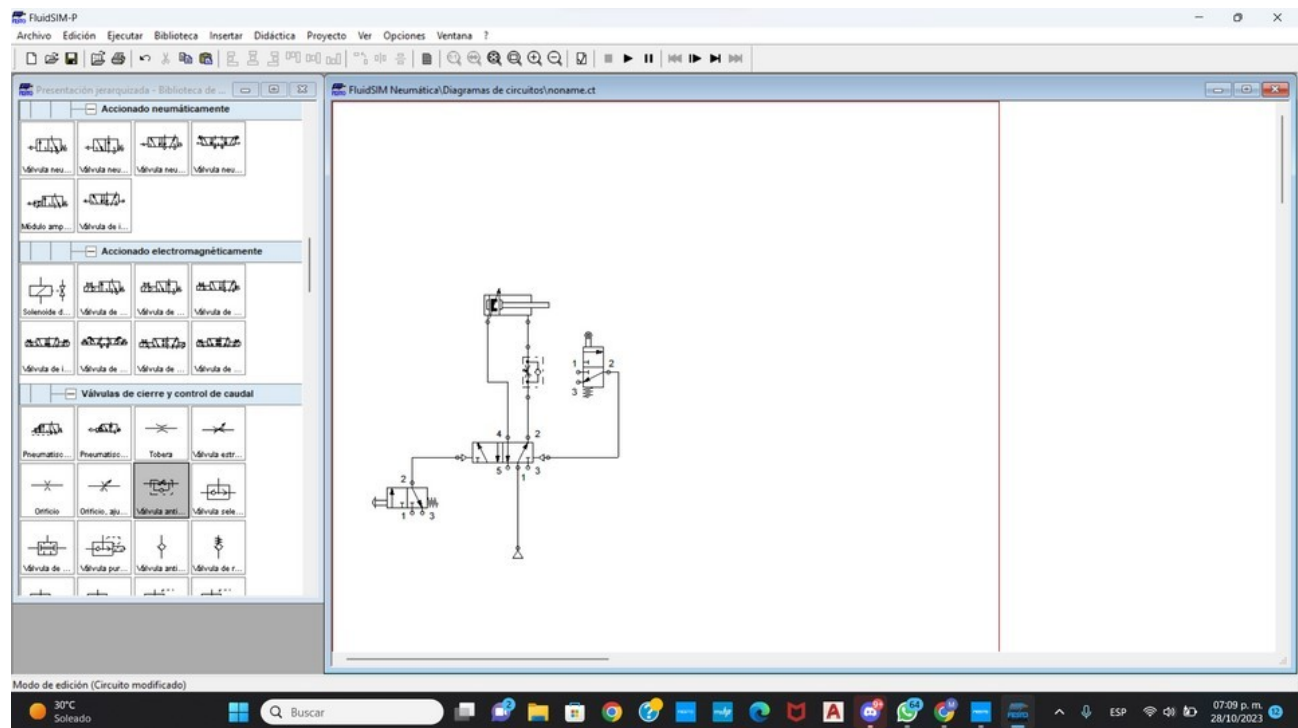

Ilustración 2.5
Paso 5.- Conectamos la fuente de aire comprimido a la entrada de la válvula 5/2 vías. (Ilustración 2.5).